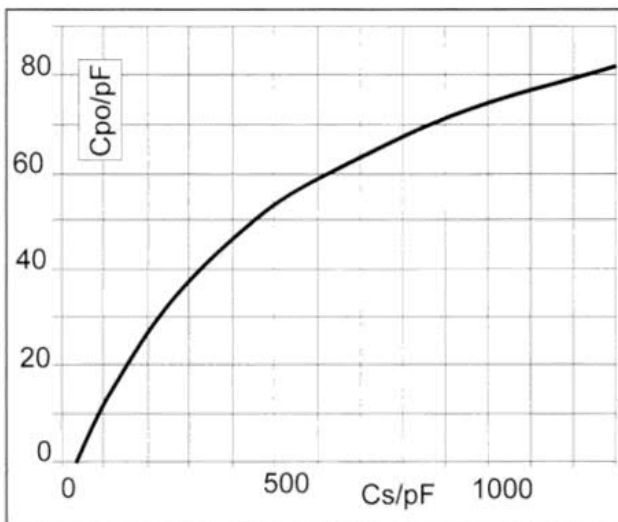

Bild 5: C_{po} als Funktion von C_s mit $V_{co} = 4,6083$.
durch Iteration mit (7) ermittelt. Das Ergebnis zeigt Bild 5.